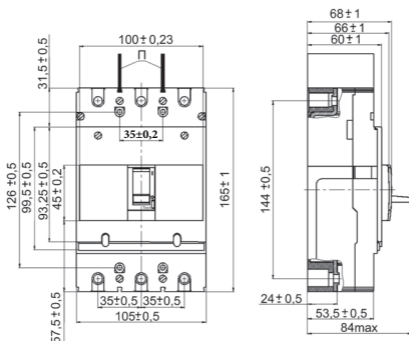

Рисунок 5 – Габаритные, установочные и присоединительные размеры выключателей
- 5) вставить межполюсные перегородки П в пазы (рисунок 5).